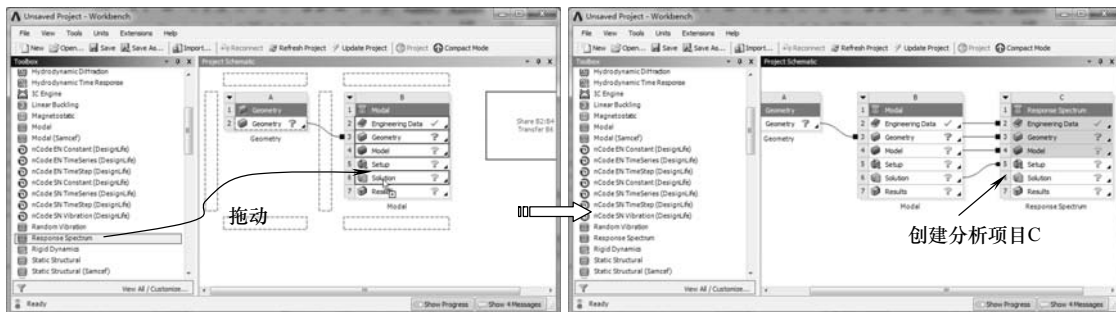

图 6-72 创建分析项目 C
5) 在【Toolbox (工具箱)】中【Analysis Systems】下的【Response Spectrum】选项上按住鼠标左键，拖动到【Project Schematic (项目管理区)】分析项目 B 中的 B6 上，当 B6 呈红色高亮显示时，释放鼠标创建分析项目 C，如图 6-72 所示。